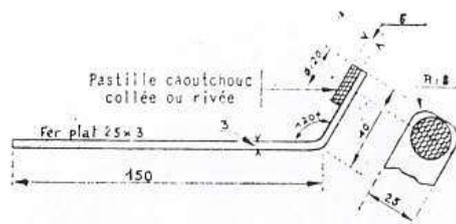

Fig. 80. — Schéma de l'outil à réaliser pour faciliter le graissage des cannelures de manchons coulissants
• Utiliser une tige de fer préparée conformément au dessin (fig. 80).